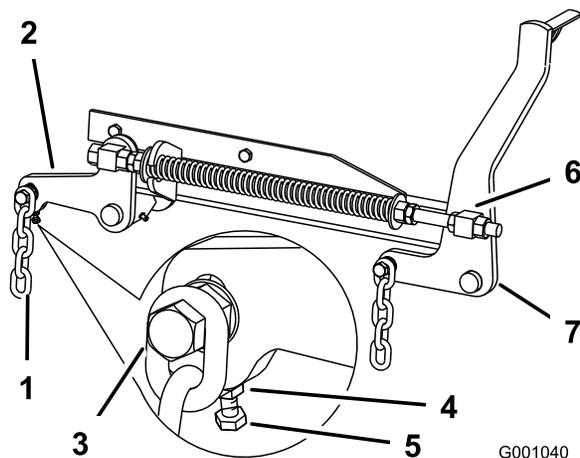

Figura 81
- Se le misure al punto **B** o **C** non sono esatte, allentate il bullone che monta la catena posteriore al braccio di supporto posteriore (Figura 81).
- Allentate il controdado sotto il braccio di supporto posteriore e regolate il bullone di regolazione ad un valore tra 80 e 83 mm (Figura 81).
- Allentate di 13 mm circa i controdadi delle parti girevoli anteriori destra e sinistra (Figura 81).
- Regolate i dadi di sollevamento sui lati destro e sinistro della macchina finché la parte anteriore della macchina non risulta più bassa di 6–10 mm davanti, al punto **A**, rispetto alla parte posteriore al punto **B** (Figura 81).